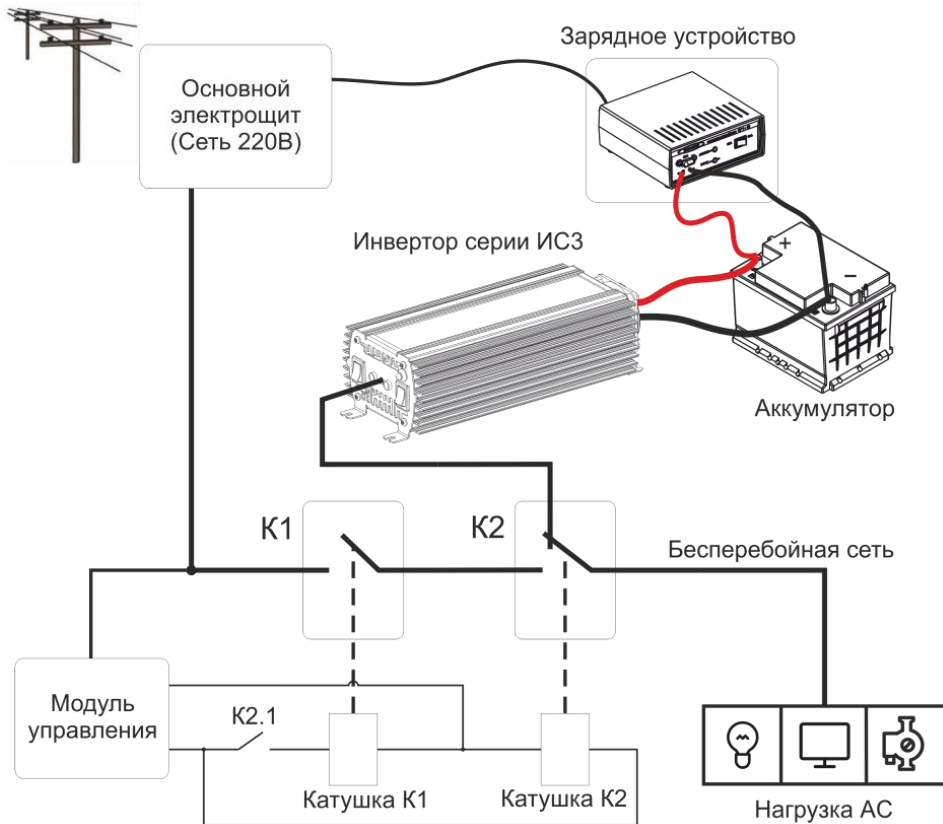

Рисунок 3 Схема подключения инверторов серии ИС3 к системам бесперебойного питания
8.1 Применение инверторов в системах бесперебойного питания. Для обеспечения надежной работы и исключения возможности попадания промышленного сетевого напряжения 220В на «выход» инвертора рекомендуется производить подключение согласно схемы на Рис.3.